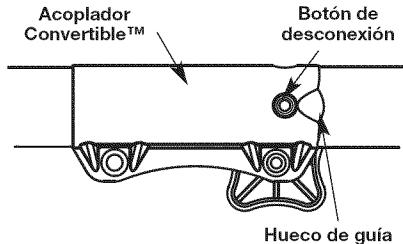

Fig. 3
NOTA: La alineación del botón de desconexión con el hueco de guía facilitará la instalación (Fig. 3).
- Opima y sostenga el botón de desconexión (Fig. 3).